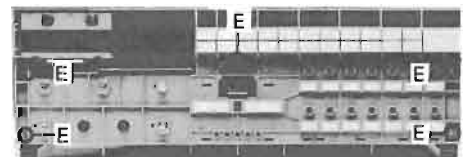

Fig. 2.5
2.5 Démontage du panneau de commande (fig. 2.5)
- Dévissez les cinq vis (E).